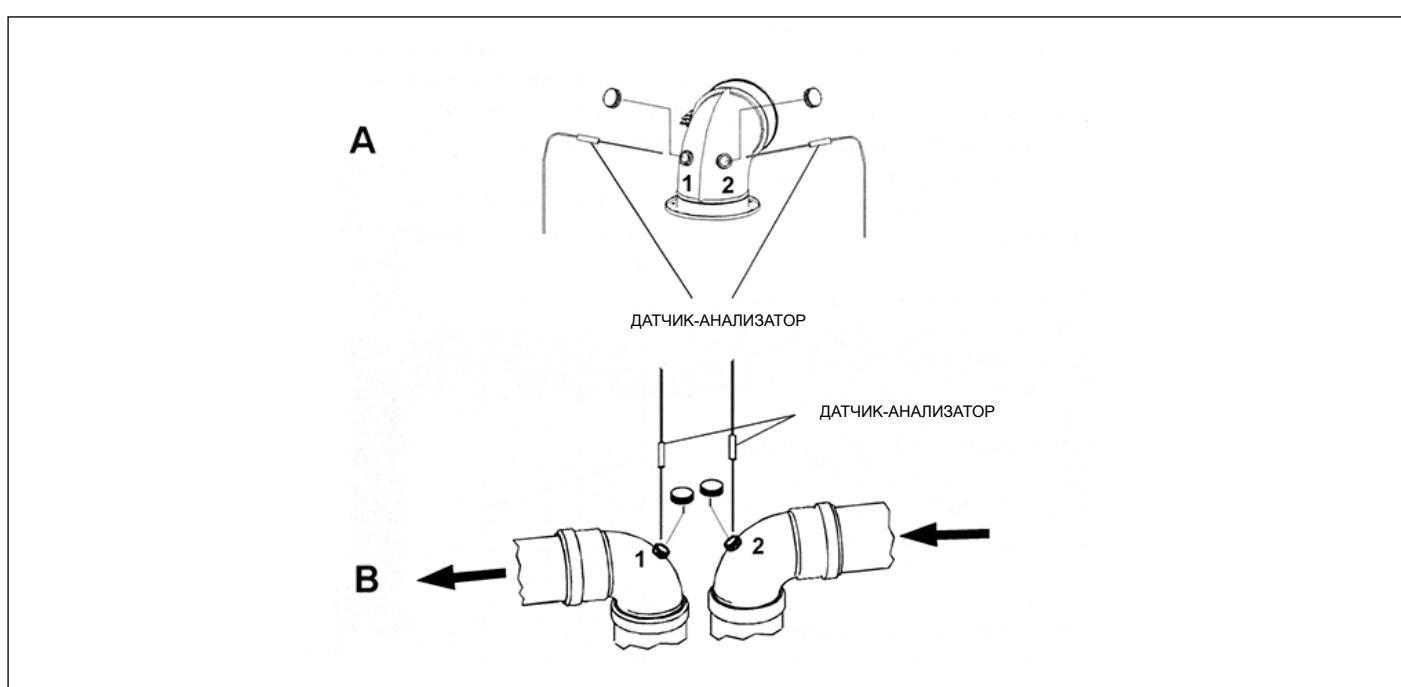

Рис. 12 Примеры мест для контроля дымовых газов
- измерить температуру воздуха для горения через отверстие 1 (см. см. (A) Рис. 12 Примеры мест для контроля дымовых газов для котлов с герметичной камерой сгорания, укомплектованных трубами со специальными отверстиями).
- измерить температуру дымовых газов и содержание CO2 через отверстие 2 (см. см. (A) Рис. 12 Примеры мест для контроля дымовых газов для котлов с герметичной камерой сгорания, укомплектованных трубами со специальными отверстиями).
- измерить температуру воздуха для горения через отверстие 2 (см. см. (B) Рис. 12 Примеры мест для контроля дымовых газов для котлов с герметичной камерой сгорания, укомплектованных трубами со специальными отверстиями).
- измерить температуру дымовых газов и содержание CO2 через отверстие 1 (см. см. (B) Рис. 12 Примеры мест для контроля дымовых газов для котлов с герметичной камерой сгорания, укомплектованных трубами со специальными отверстиями).